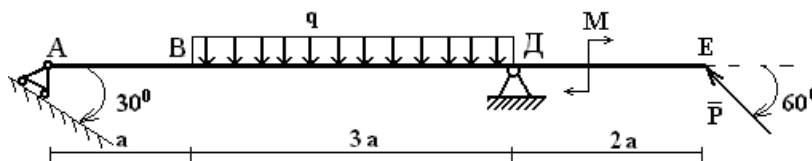

Рисунок 4 – Равновесие балки
1. Строим балку АЕ в соответствии с данными задачи (рисунок 4). Рассмотрим равновесие балки АЕ, на которую действуют сила \bar{P} , пара сил с моментом M и распределенная нагрузка интенсивности q на участке ВД.